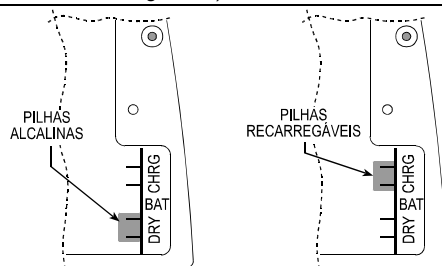

Figura 14. Posição do jumper
**CUIDADO!** Se substituir pilhas recarregáveis por pilhas alcalinas ou vice-versa, coloque o "jumper" do tipo de bateria na posição correcta (CHRG para pilhas recarregáveis ou DRY para pilhas alcalinas - ver Figura 14).